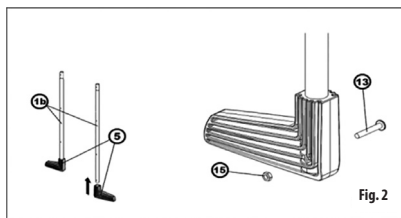

Fig. 2
I piedini a L in plastica (5) devono essere applicati su entrambe le parti inferiori dei montanti tubulari posteriori (1b), a seconda dei rispettivi fori. Fissare i piedini utilizzando le viti (13) e i dadi (15) (Fig. 2).